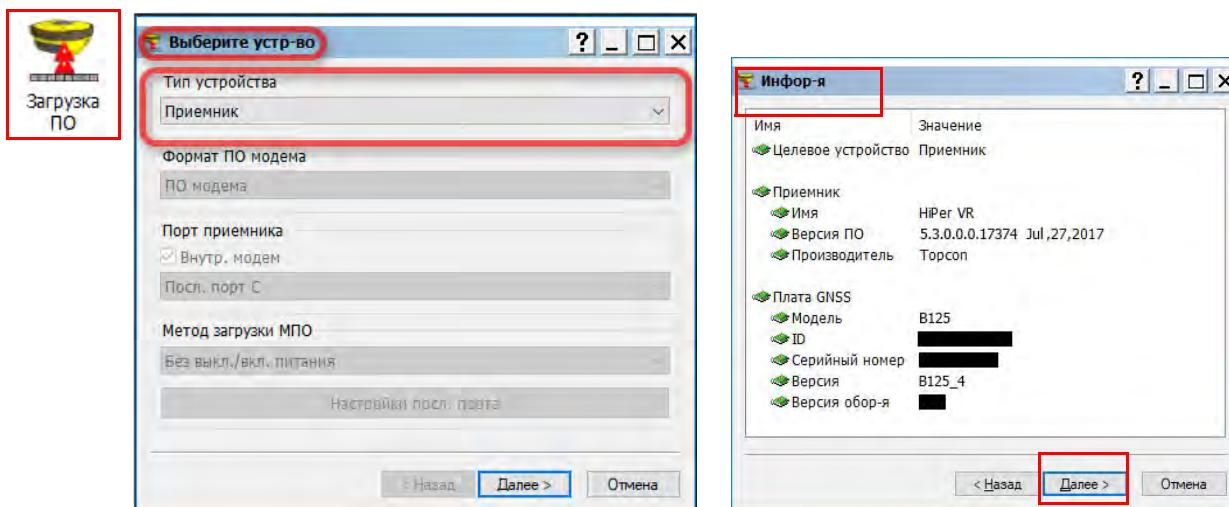

Рисунок 5-3: Окна Выберите устройство/Информация
10. Кликните по иконке **Загрузка ПО** (Рисунок 5-3). Откроется окно **Выберите устройство** (Рисунок 5-3).
12. Кликните **Далее**. Откроется окно **Инфор-я** (Рисунок 5-3).